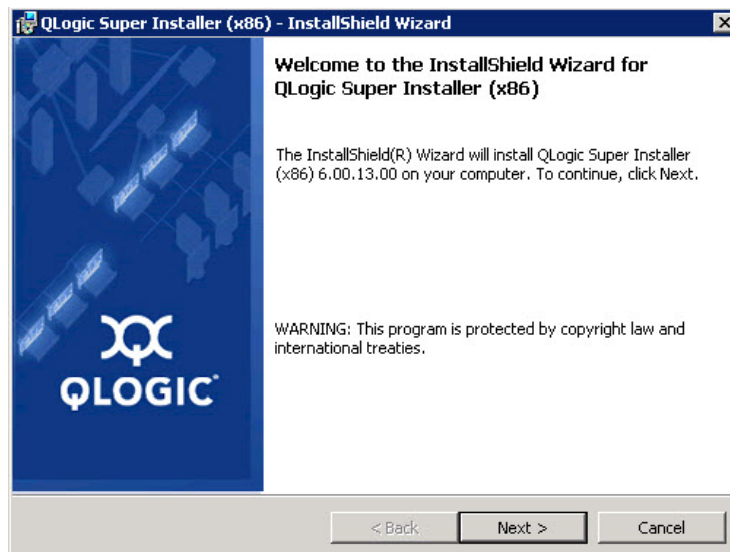

Abbildung 2-2. QLogic InstallShield Wizard: Begrüßungsfenster
3. Klicken Sie im Begrüßungsfenster des QLogic Super Installer — InstallShield® Wizard (Abbildung 2-2) auf **Next** (Weiter).